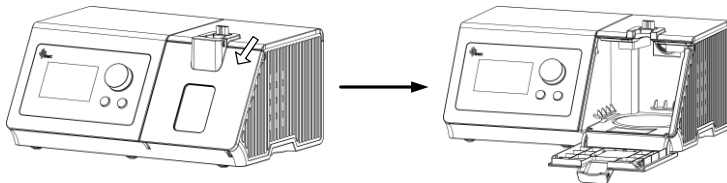

Fig. 11-7
(2) **Abrir la tapa de la cámara de agua:** Abra la tapa de la cámara de agua en la dirección mostrada en la Fig. 11-7.